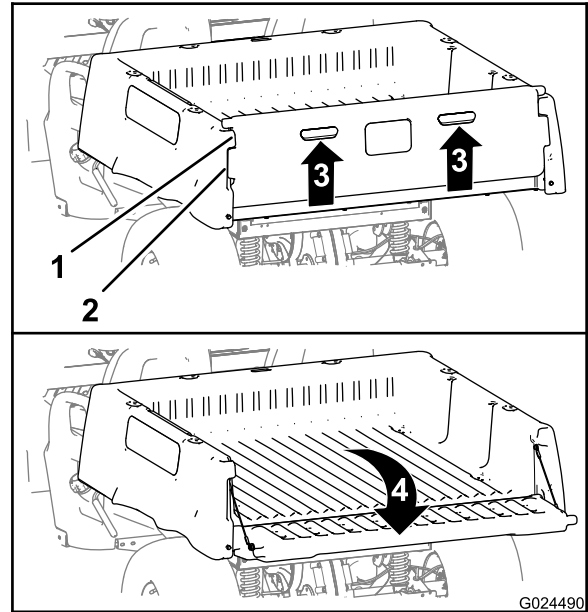

Figura 13
2. Tire hacia arriba del portón usando los tiradores del panel trasero (Figura 13).
3. Alinee las pestañas de bloqueo del portón trasero con los huecos situados entre las pestañas de la caja de carga (Figura 13).
4. Gire el portón trasero hacia atrás y hacia abajo (Figura 13).
- Gire el portón hacia arriba y hacia adelante hasta que las pestañas de bloqueo del portón trasero estén enrasadas con el hueco de la caja de carga (Figura 13).
- Baje el portón hasta que quede asentado en la parte trasera de la caja de carga (Figura 13).